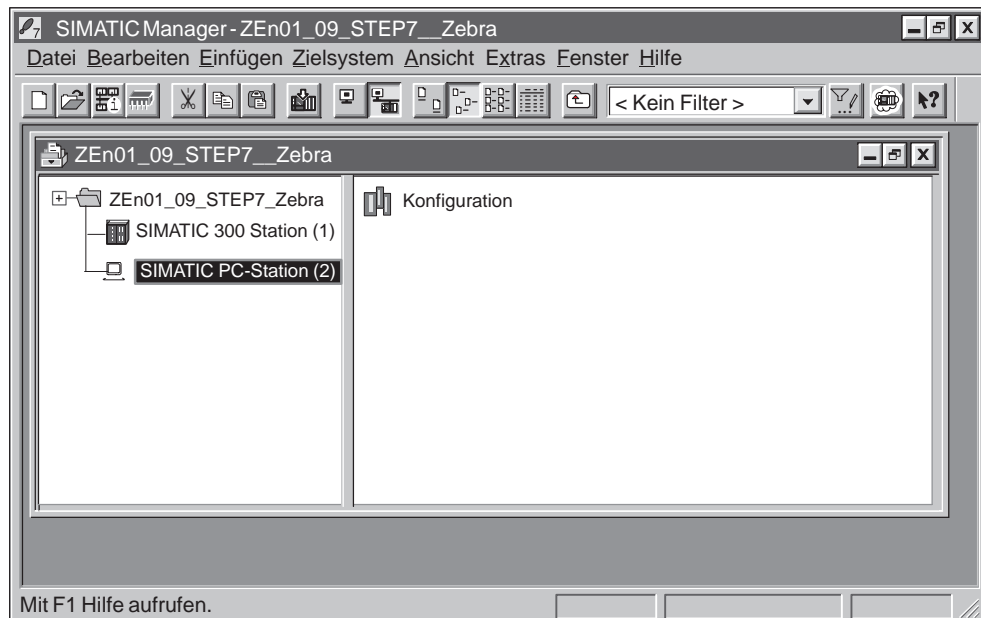

Bild 4-5 Einrichten der PC-Station im Beispielprojekt
2. Doppelklicken Sie auf das Symbol "Hardware", um das Konfigurationswerkzeug der Software STEP 7 aufzurufen (siehe Bild 4-5).